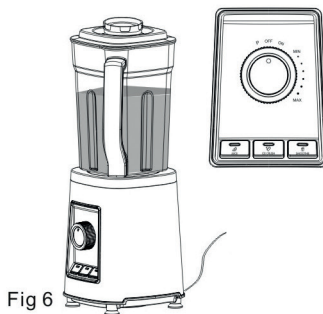

Fig 6
- Stäng av blendern efter avslutad mixning genom att vrida funktionsväljaren (14) till OFF och dra ur kontakten. Fig 6.
- Vrid funktionsväljaren (14) till ON och välj önskat program eller valfri steglös inställning. Mixningen påbörjas. Fig 6.